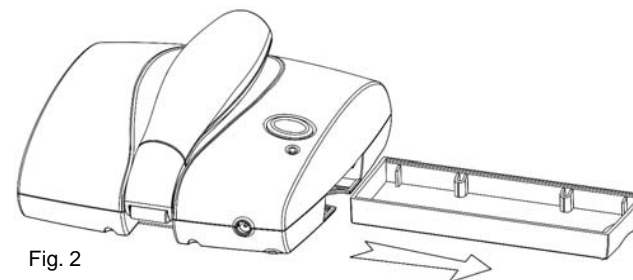

Fig. 2
1. Tire del contenedor de polvo del costado de la base. (Fig. 2).